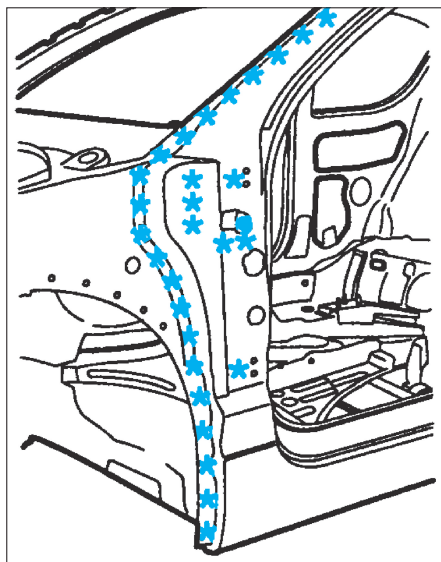
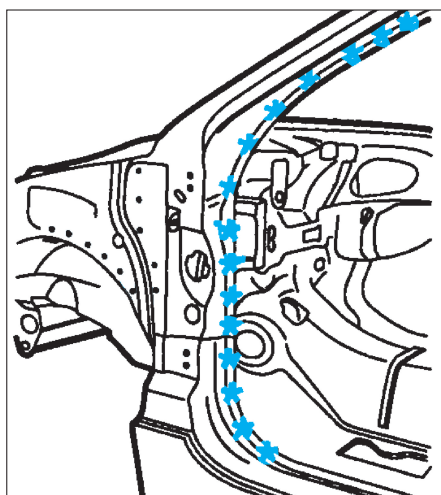

FIG. 46
FIG. 47
- Découper par fraisage des points (Fig.46), (Fig.47).